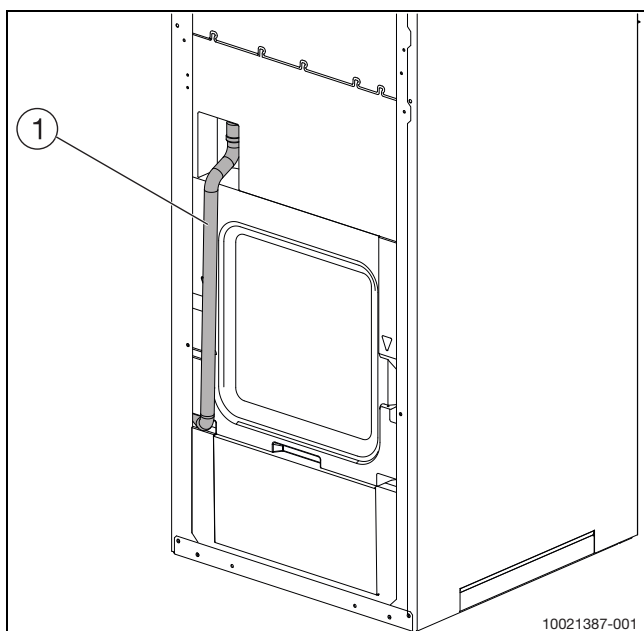

Bild 13 Rückansicht Ablaufschlauch
- ▶ Ablaufschlauch an der Rückseite des Geräts ordnungsgemäß anschließen (siehe Abb. 13).